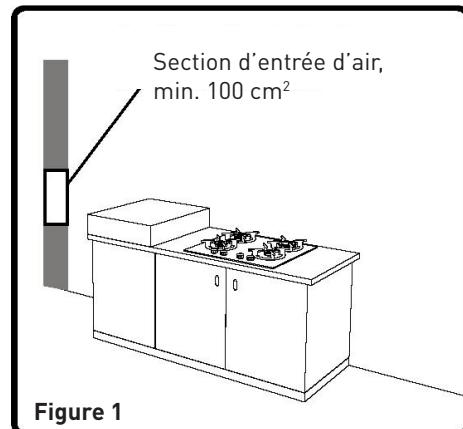

Figure 1
- Le flux d'air doit entrer par le bas (au minimum 100 cm²) et sortir par le haut (au minimum 100 cm²). Ces ventilations doivent donc avoir une surface minimum de 100 cm², pour permettre la bonne circulation de l'air. Ces ventilations doivent être ouvertes et jamais bouchées. Elles doivent être de préférence situées près de l'arrière de la plaque de cuisson (pour l'arrivée d'air, reportez-vous aux figures 1 et